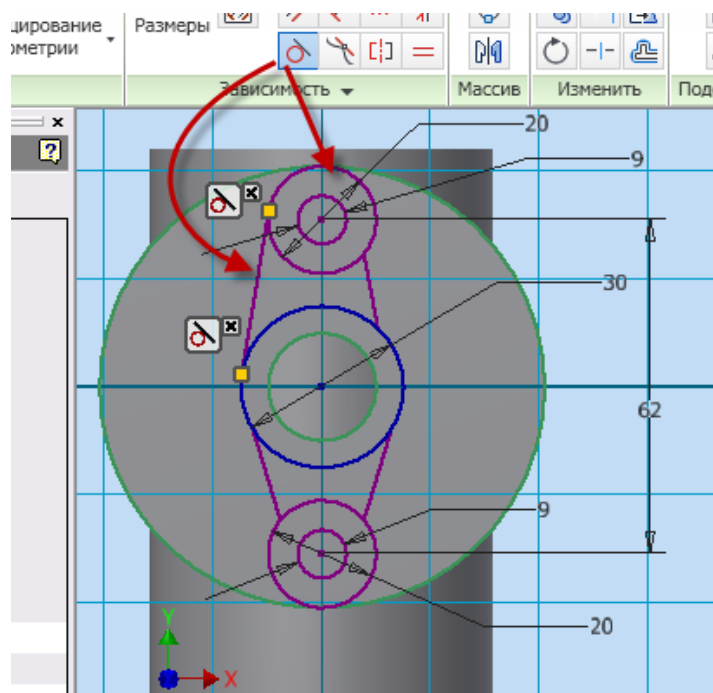

Рис. 3.35. Наложение касательных зависимостей
- Выберите инструмент  **Окружность центр**, создайте две окружности диаметром **9мм** (используя центры окружностей диаметром 20мм) в соответствии с рис. 3.35.
мм, см. *рис.3.35*. Прделайте данную операцию с каждым отрезком.
- Нанесите размеры при помощи инструмента  **Размеры** в соответствии с *рис. 3.35*.